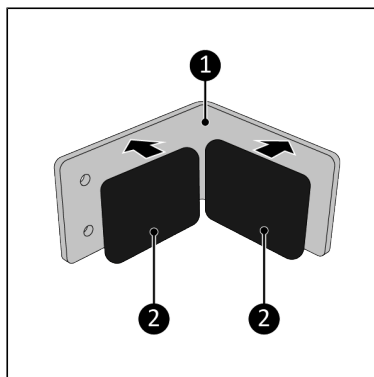

Figure 160.
5. Collez les deux mousses antidérapantes de 40 x 45 mm (Figure 160, pos. 2) à l'intérieur de la partie supérieure du support (Figure 160, pos. 1). Assurez-vous que la mousse antidérapante recouvre les deux trous de vis. Ceci évite d'endommager le cadre de la fenêtre lors de l'installation.